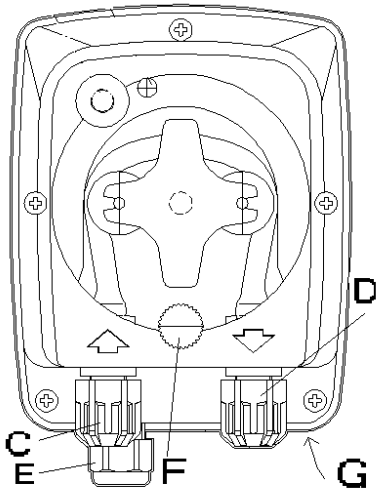

Fig. 1
La jonction électrique est faite à travers le câble d'alimentation qui sort de la caisse de la pompe (E) Fig.1.
CARACTERÍSTICAS TÉCNICAS (Fig. 1)
CONEXIÓN ELÉCTRICA (Fig. 1)
ТЕХНИЧЕСКИЕ СПЕЦИФИКАЦИИ (РИС. 1)
УСТАНОВКА ЭЛЕКТРИЧЕСКИХ ЧАСТЕЙ (РИС. 1)